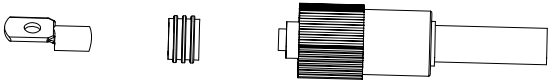

Abbildung 3.3
a)Führen Sie das Kabel durch die Klemme, wie in Abbildung 3.3 gezeigt.